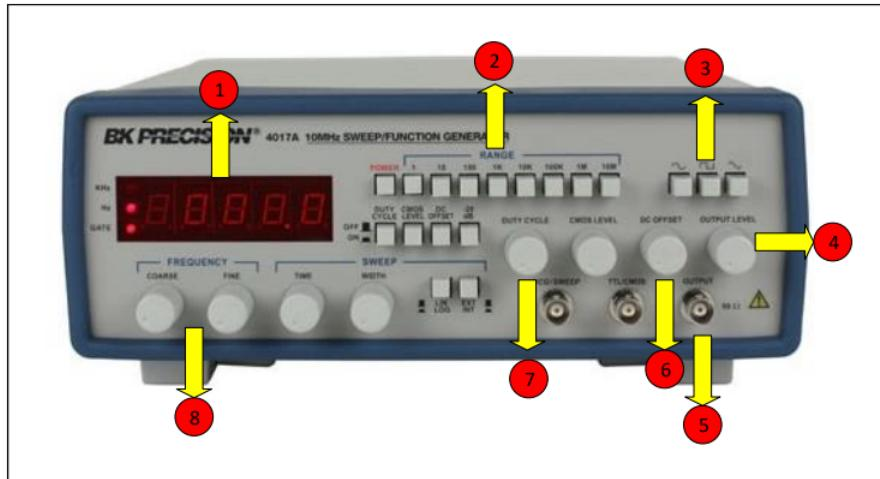

Figura 16. Generador de Señales
- Identifique cada una de las partes del generador de señales mostrado en la Figura 16